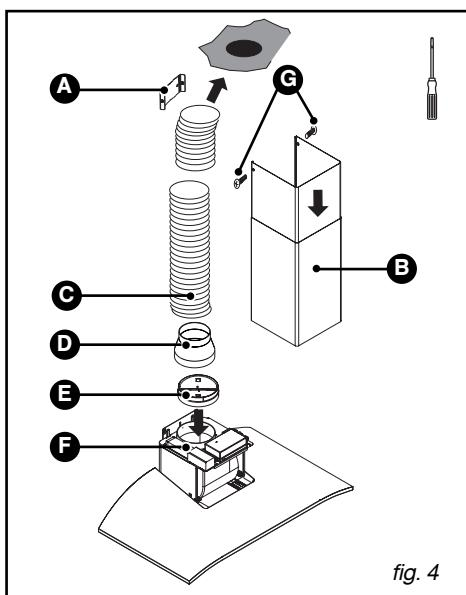

fig. 4
- Schuif het uiteinde van de buis op de motoruitgang (fig.4).
- Bereid de telescopiche schouw voor en zorg ervoor dat de luchtspleten niet zichtbaar zijn (fig.4).
- Bevestig het bovenste element van de schouw (B/fig.4) op de metalen schouwsteun (A/fig.4) met de twee schroeven (G/fig.4).